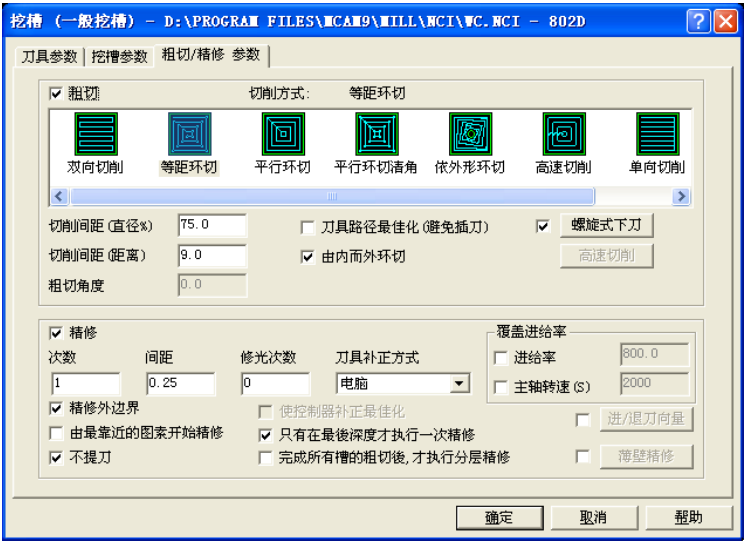

图 1-28 粗切/精修参数
4) 单击“粗切/精修 参数”选项卡，选择“等距环切”，勾选“由内而外环切”“螺旋式下刀”，勾选“精修”，参数默认，勾选“精修外边界”“不提刀”“只有在最后深度才执行一次精修”，其余默认，如图 1-28 所示。